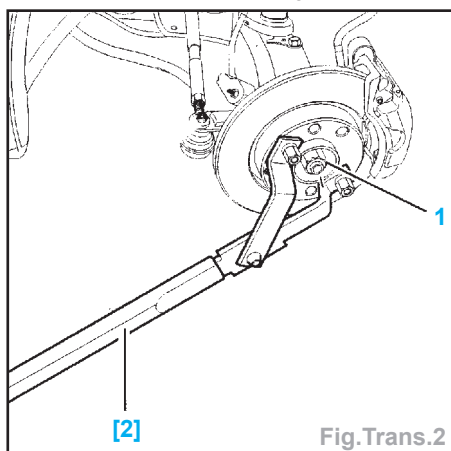

Fig.Trans.2
- Immobiliser en rotation le moyeu à l'aide de l'outil [2] (réf. **0606-AY**) (Fig.Trans. 2 et 3).
- Déposer l'écrou (1) (Fig.Trans.2).
- Enduire de graisse pour surfaces type «**Molykote D321R**» la face et les filets de l'écrou (1) (Fig.Trans.2).
- Serrer l'écrou (1) à 24,5 daN.m à l'aide de l'outil [2].
- Sertir l'écrou (1) à l'aide de l'outil (réf. 0313-C).